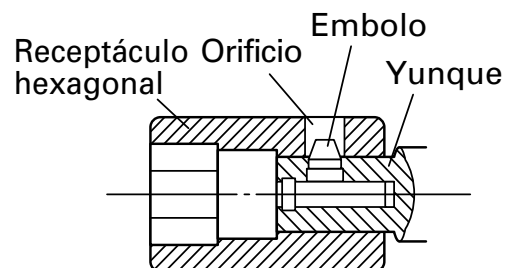

Fig. 3
(2) Tipo émbolo (WH14, WH16) (Fig.3)